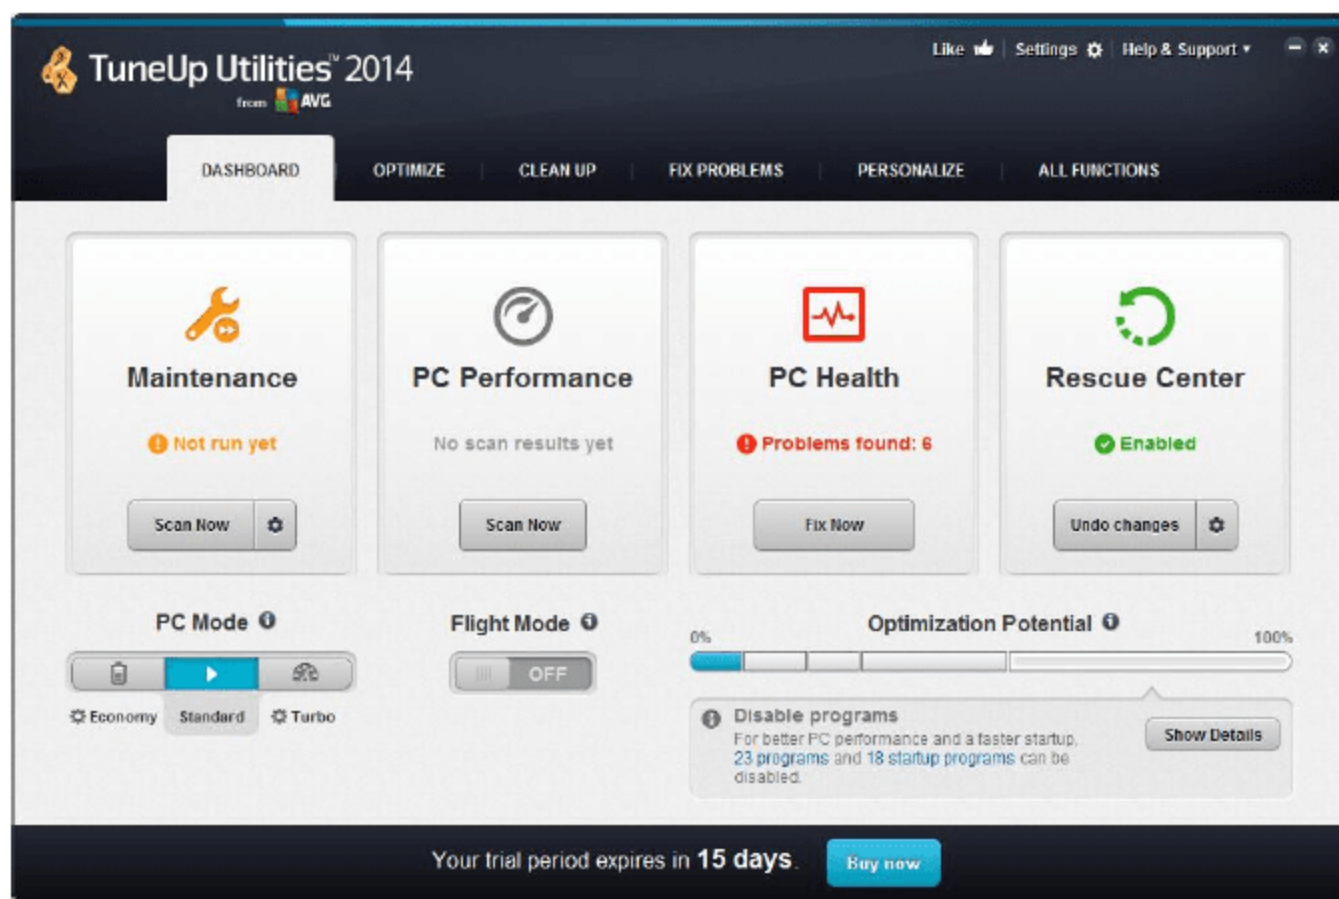

图 10-40 TuneUp Utilities 2014 主界面
- Check 选项的子菜单如图 10-40 所示。选择 Check 选项，按回车键。